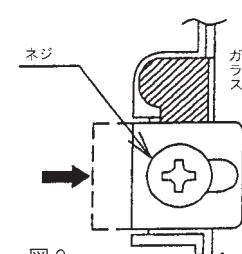

図3
- ランプをソケットに最後までしっかりとねじ込んだ後、前面ガラスを元のように閉め、図3のようにガラス抑え金具をガラス方向にスライドさせ、手で押え付けながらネジを4力所必ず確実に締付けてください。締付けが不十分なまま使用しますと、水、水気の浸入による絶縁不良、感電のおそれがあります。